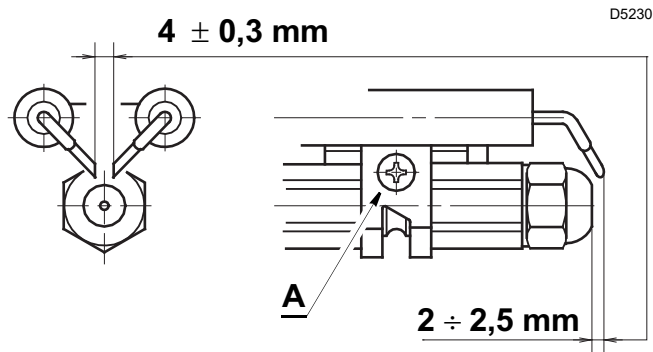

Abb. 22
Die Abstände in Abb. 22 müssen eingehalten werden.
- Den Stauscheibenhalter 5) vom Düsenstock 4) abziehen, nachdem die Befestigungsschraube gelockert wurde (A, Abb. 22 auf S. 25).